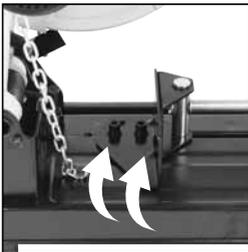

ABB. 7
- Lösen Sie die zwei (2) M10 Innensechskantschrauben. **(Abb. 7)**